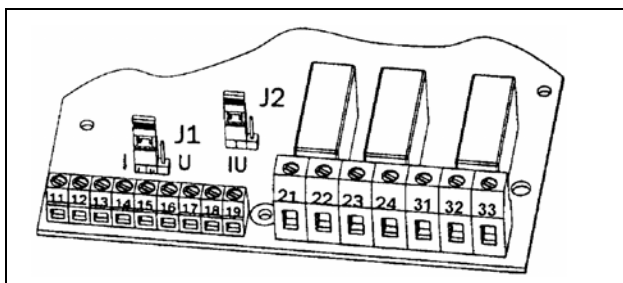

Рис. 38 Установка типа входного сигнала: напряжение или ток.
2. Установите перемычку J1 на плате управления в положение управления напряжением (U) или током (I), см. рис. 38 и рис. 24 на с. 28. Заводская установка – напряжение (U).